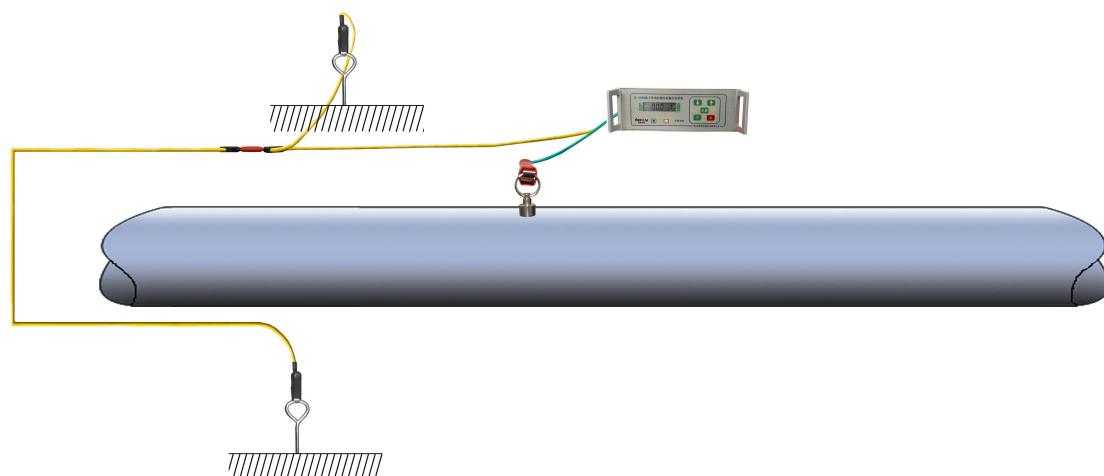

图5 双边接地示意图
(2) **双边接地**：即发射机接地线引出两根，分别接入到管线两边的大地中，此种方法磁场分布对称，探管、测探都很准确，但要检查两边的接地效果是否一致，方法是按**测量**键，观察一边的接地电阻时，将另一边接地线断开。观察另一端接地电阻时也是一样，两边接地电阻相等，效果才一样。接地电阻不等时，通过打深或拔浅接地棒，也可通过浇水的办法，使两边接地效果相等。(见图 5)